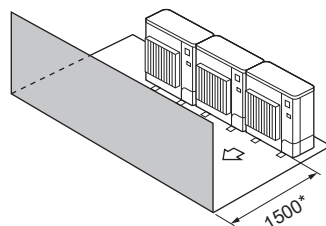

Fig. 2-15
- (3) Obstacles uniquement à l'avant (Fig. 2-15)